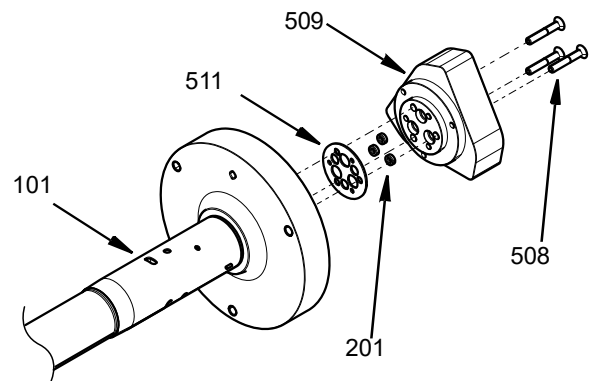

図 27
- 3 本の保持ロッドシール (201) をエアシリンダーハウジング (509) に取り付けます。ロッドシールの取り付けについてはシール挿入および削除ツールキット、25T489 ページ番号 32 を参照してください。新しいガスケット (511) を取り付け、3 本の M4 ネジ (508) を使ってエアシリンダーハウジングをセントラルボディ (101) に固定します。29.2 in-lbs (3.3 N•m) のトルクで締めます。以下を参照してください：図 27 を参照ください。